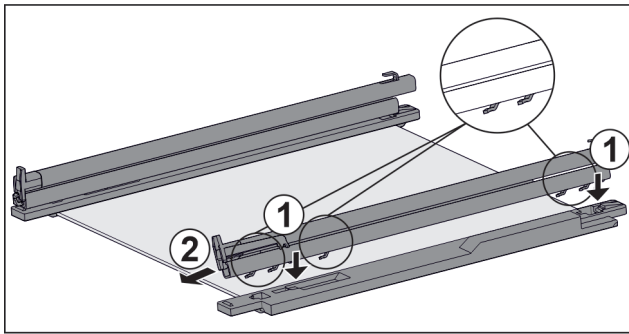

Fig. 46 Tablette en verre avec rails et pièces de retenue
- ▶ Placer les crochets du rail sur les ouvertures de la pièce de retenue de **gauche**. Fig. 46 (1)
- ▶ Tirer le rail vers l'avant. Fig. 46 (2)
- ▶ Placer les crochets du rail sur les ouvertures de la pièce de retenue de **droite**. Fig. 46 (1)